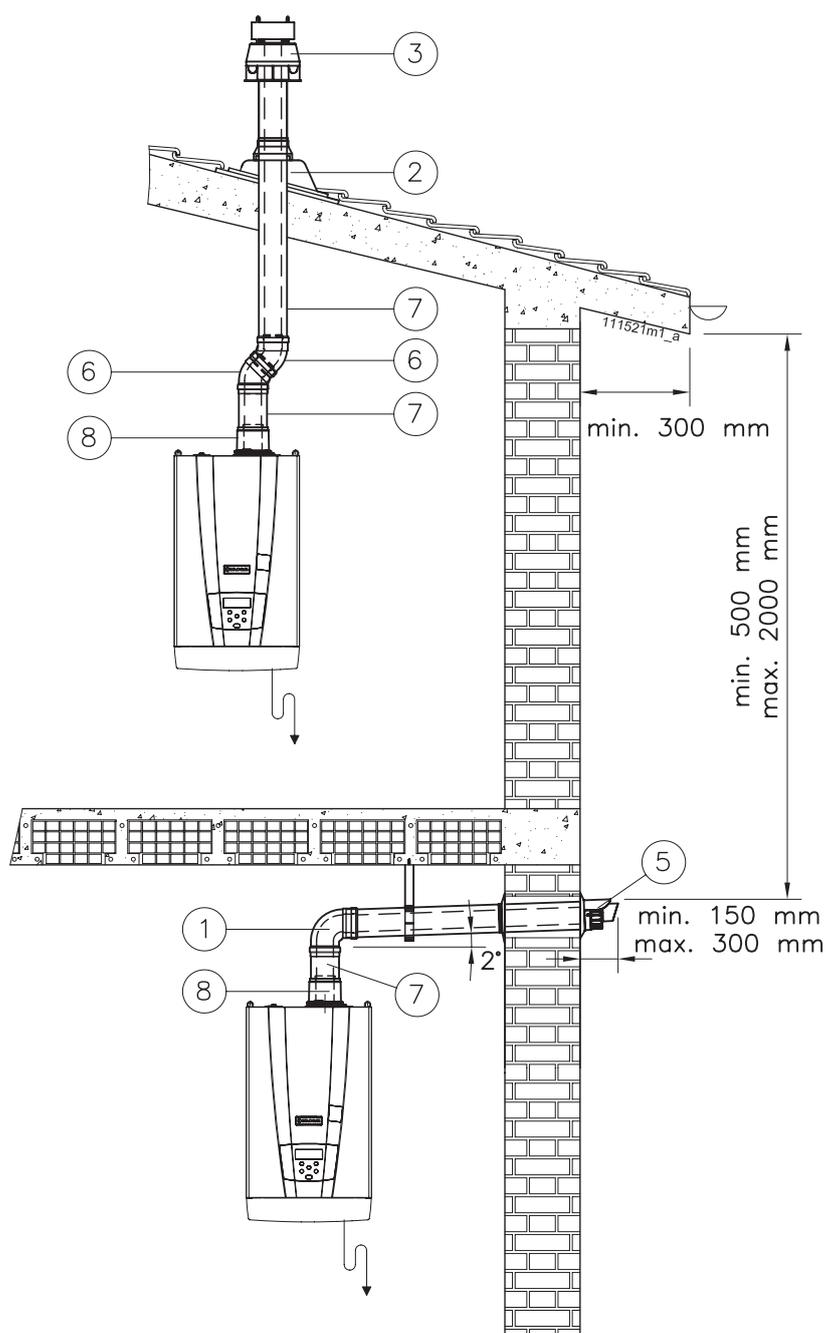

Figure 5-19 - Exemples d'installation de conduit coaxial
**ATTENTION !!!** Une fois ces opérations exécutées, assurez-vous que le conduit d'échappement / admission d'air est exposé à l'extérieur selon les tolérances de la figure 5-19.